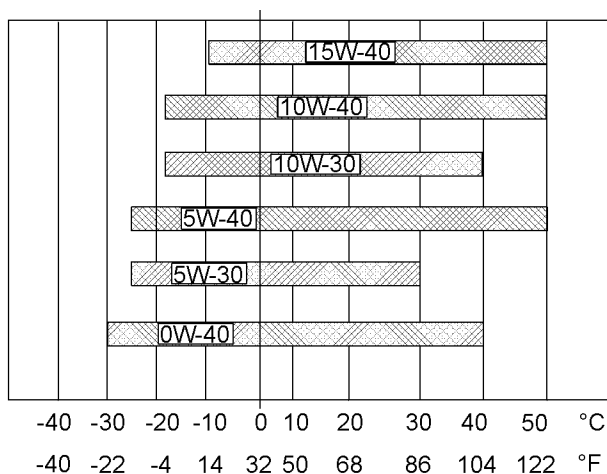

Abbildung 31
Informationen zur Bestimmung der erforderlichen Ölviskosität beim Starten eines kalten Motors sind der Abbildung 31 (Tiefsttemperatur) zu entnehmen.
Informationen zur Wahl der erforderlichen Ölviskosität für den Motorbetrieb bei der höchsten zu erwartenden Umgebungstemperatur sind der Abbildung 31 (Höchsttemperatur) zu entnehmen.
- Siehe geeignete "Schmiermittelviskosität". Zur Bestimmung der für den verwendeten Motor geeigneten Ölviskosität siehe Abbildung 31 .